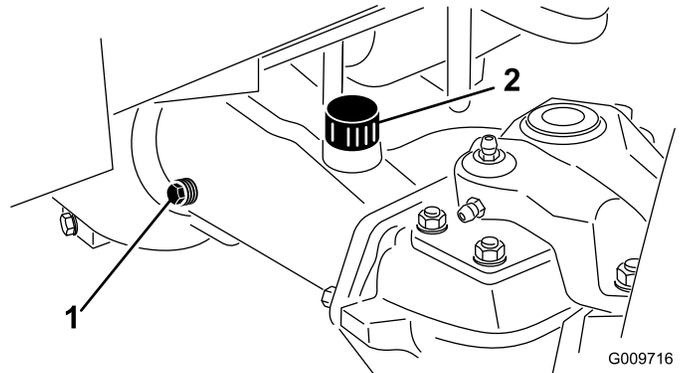

Bild 91
2. Entfernen Sie eine Prüfschraube aus einem Ende der Achse (Bild 91) und stellen sicher, dass das Öl die Unterseite des Lochs erreicht.
Entfernen Sie bei niedrigem Ölstand die Füllschraube (Bild 91) und füllen genug Öl ein, um den Stand bis an die Unterseite der Prüfschraubenöffnungen anzuheben.